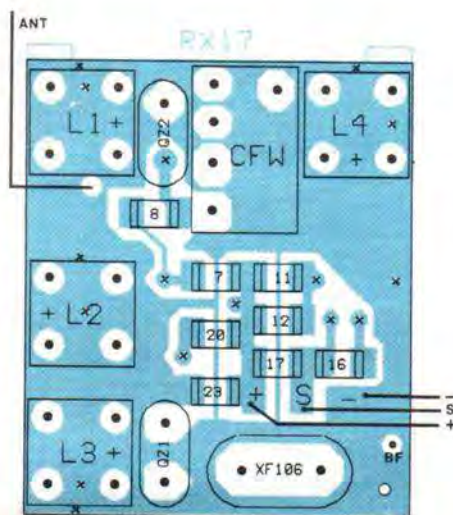

Fig. 7. – Disposition des composants du récepteur sur le recto du circuit imprimé.
a) Le récepteur (fig. 7 et 8)
– Attention, le 5^e picot des bobines doit être enlevé par extraction, mais alors, se méfier des poses incorrectes. La position de ce picot enlevé est repérée par un « + » sur la figure 7. Il est prudent de faire une vérification supplémentaire par le schéma, car la dépose d'une bobine avec trous métallisés est presque mission impossible !
– Notons que les « x » des figures indiquent des passages recto-verso. N'en pas tenir compte si vous avez les trous métallisés. Ils indiquent aussi le point de soudure au plan de masse des blindages de bobines (fig. 7).
– Si l'on soude le XF106 normalement, sa hauteur risque d'être gênante. Nous vous suggérons donc de le monter à plat sur les composants 11, 12 et 17, ses fils coudés à 90°. Un isolant s'impose, le boîtier étant à + 4 V. On pourra utiliser de l'adhésif double face ou du caoutchouc liquide. De toute manière, si cette disposition est adoptée, souder au préalable les fils +, - et S, à plat et dans la direction illustrée par la figure 7, visible aussi sur les photos. Si vous optez pour la position verticale, ne pas oublier les isolants du boîtier, dessus, dessous et autour !